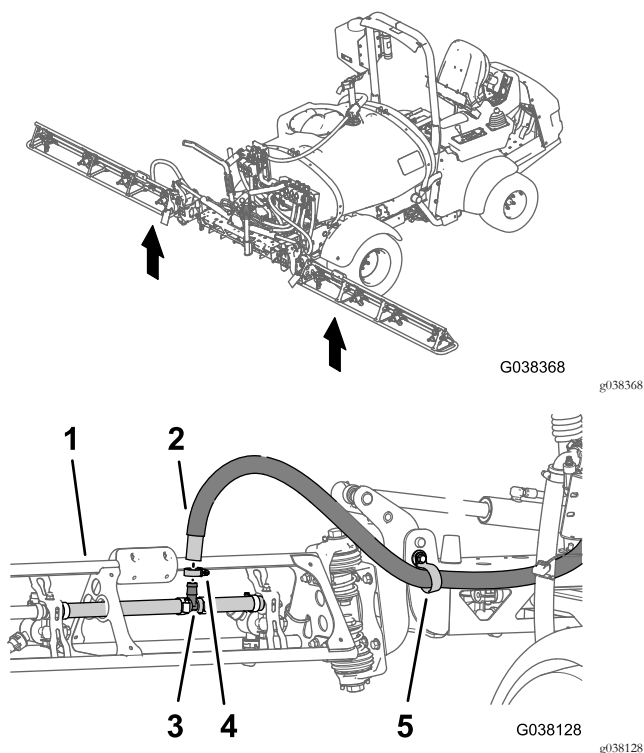

Рисунок 82
- Проложите шланг подачи правой секции сквозь опорный хомут в конце средней секции стрелы (Рисунок 82).
- Установите шланг подачи правой секции стрелы на тройник в правой секции стрелы (Рисунок 82).